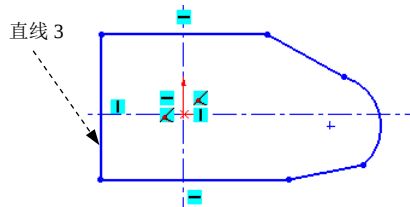

图 2.12.6 添加“竖直”约束
Step2. 添加图 2.12.6 所示的“竖直”约束。选取图 2.12.6 所示的直线 3，系统弹出“属性”对话框，在  区域单击  按钮。